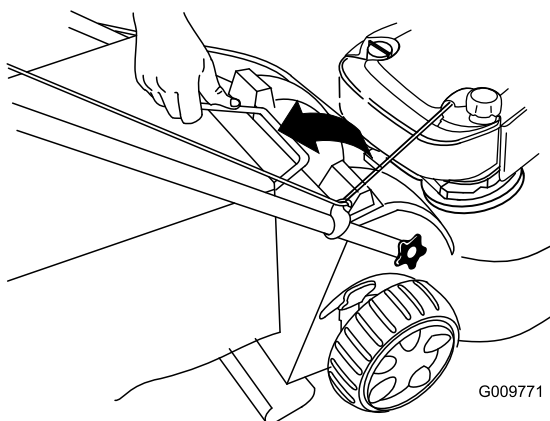

Рисунок 33
2. Поднимите ручку мешка для травы из канавок около верха газонокосилки и снимите мешок с газонокосилки (Рисунок 33).